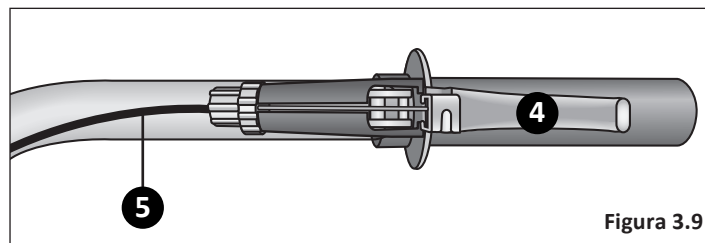

Figura 3.9
- 4 Suelte la maneta de freno. **Figura 3.9**